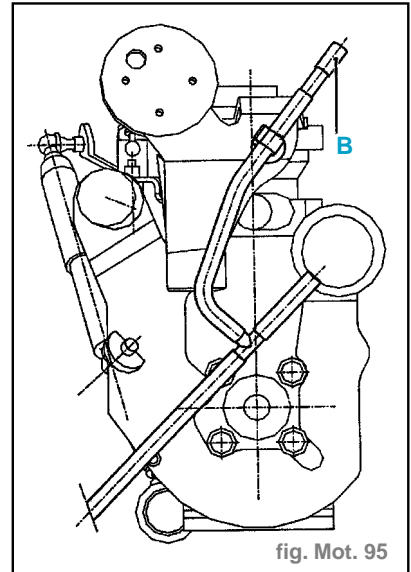

fig. Mot. 95
- Pour réaliser le réglage du ralenti accéléré (version conditionnement d'air) il suffit d'ouvrir le circuit pneumatique. Ôter l'obturateur (B) par exemple. (fig. Mot. 95)